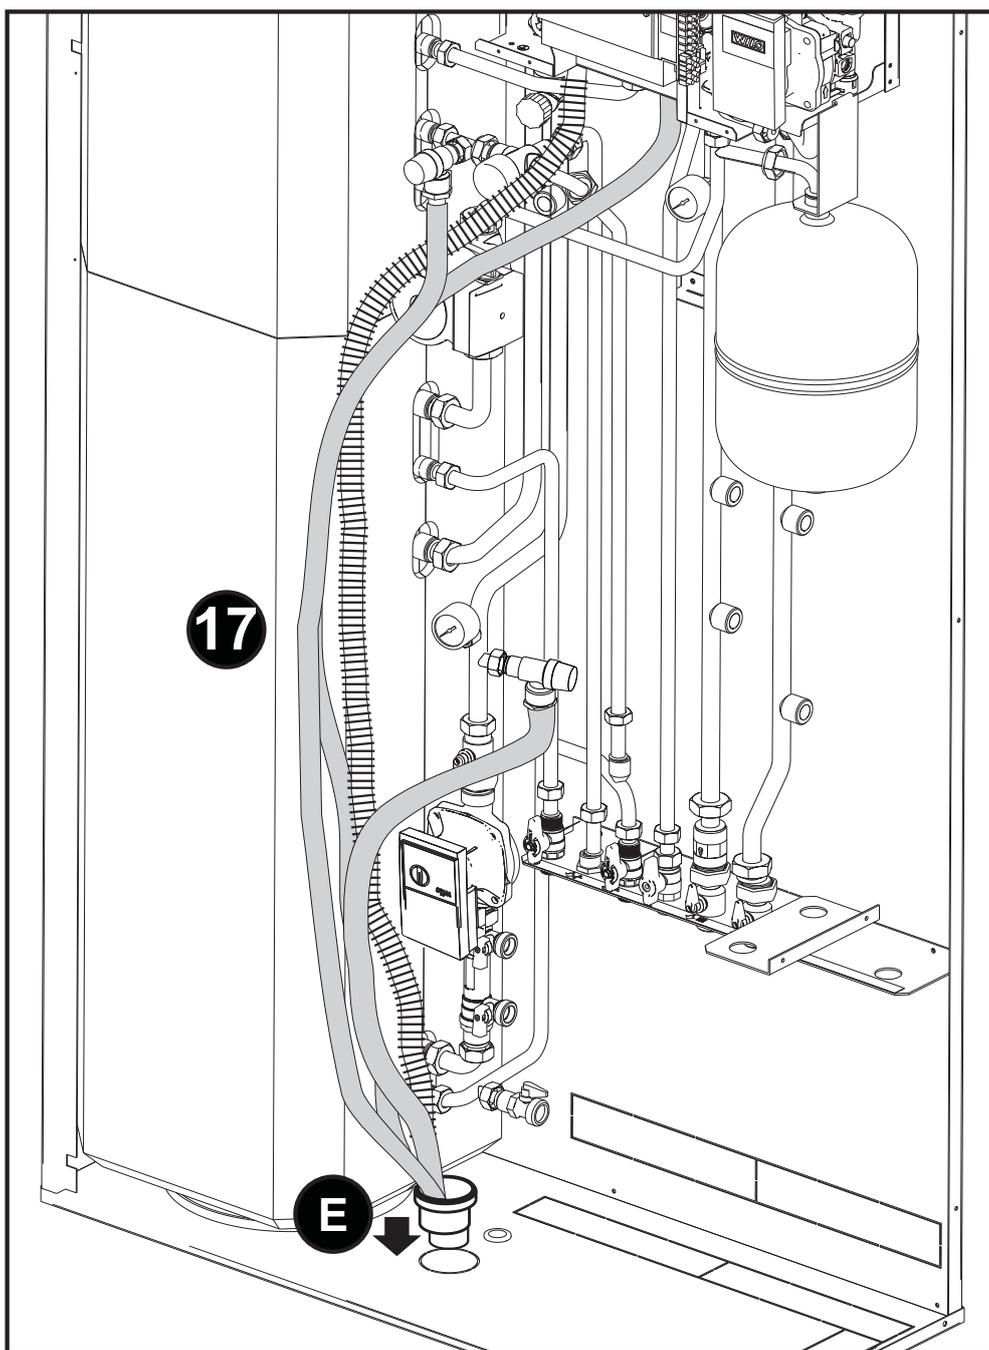

fig. 37
NOTA: sul fondo dell'involucro (pos. 13) deve essere previsto l'allacciamento di un tubo di scarico D=40 sul quale verrà inserito l'imbuto di raccolta scarichi (rif. E - fig. 37) fornito in dotazione con l'apparecchio.